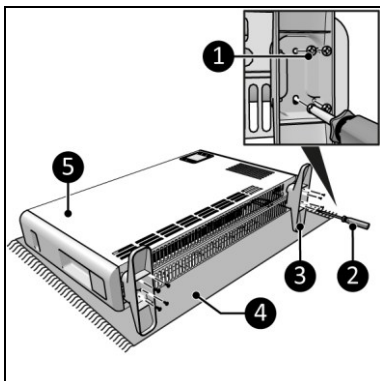

Figure 9
1. Posez l'appareil sur une surface douce et stable (figure 9, pos. 4).
2. Placez les pieds (figure 9, pos. 3) des deux côtés du corps principal (figure 9, pos. 5).
3. Vissez et serrez les pieds avec les petites vis (figure 9, pos. 1) en utilisant les deux trous centraux et les deux trous extérieurs à l'aide d'un tournevis Phillips (figure 9, pos. 2).